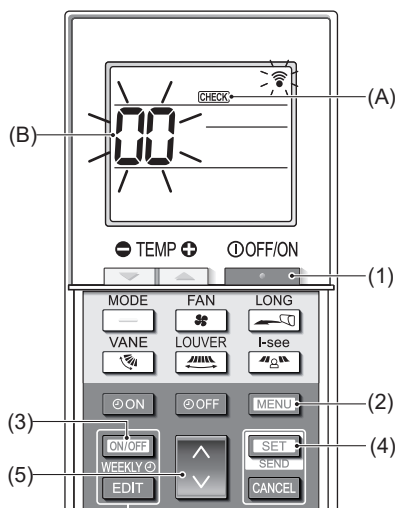

Fig. 7-6
■ Auto-vérification (Fig. 7-6)
- Appuyez sur le bouton (1) pour arrêter le climatiseur.
- Si la minuterie hebdomadaire est activée (WEEKLY est affiché), appuyez sur le bouton (3) pour la désactiver (WEEKLY disparaît).
- Appuyez sur le bouton (2) pendant 5 secondes.
- CHECK (A) s'allume et l'appareil entre en mode auto-vérification.
- Appuyez sur le bouton (5) pour sélectionner l'adresse de réfrigérant (adresse M-NET) (B) de l'appareil intérieur pour lequel vous voulez effectuer l'auto-vérification.
- Appuyez sur le bouton (4).
- Appuyez sur le bouton (1).
- CHECK (A) et l'adresse de réfrigérant (adresse M-NET) (B) s'éteignent et l'auto-vérification est terminée.